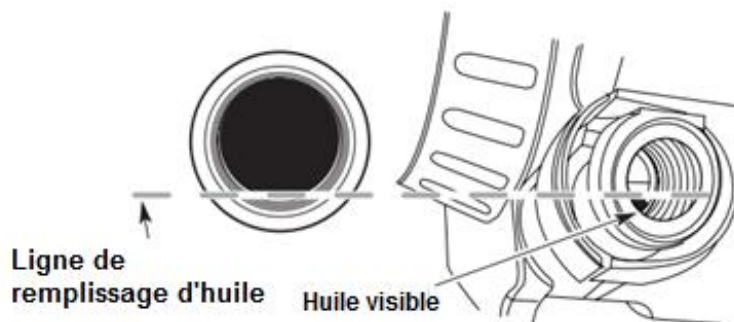

Fig. 10
5) Regardez dans le trou de remplissage d'huile ; utilisez une lampe de poche si nécessaire. Ajoutez de l'huile dans l'orifice de remplissage d'huile jusqu'à ce que le niveau d'huile soit visible sur le premier filetage du réservoir d'huile (Fig.10). Si le niveau d'huile est trop bas, ajoutez de l'huile dans l'orifice de remplissage d'huile jusqu'à ce que le niveau d'huile touche le filetage inférieur de l'orifice de remplissage d'huile.